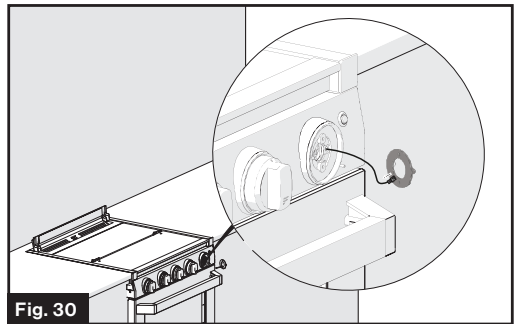

Fig. 30
4. Retire la unidad de LED y desconecte el cable de la base de la unidad de LED. (Fig. 30)